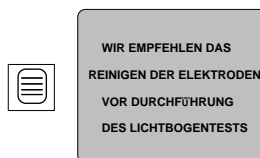

Abbildung 62
- b) Falls die Elektroden verschmutzt sind, sollten Sie sie vor dem Lichtbogentest reinigen. Die nachfolgende Eingabeaufforderung erscheint für die Dauer von 5 Sekunden (siehe Abb. 62).